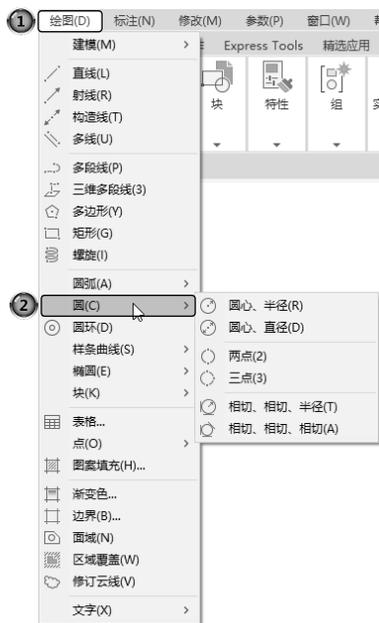

图 2-19 圆的绘制方法
圆是一种简单的封闭曲线, 也是绘制工程图形时经常用到的图形单元。在 AutoCAD 中绘制圆的方法共有 6 种, 如图 2-19 所示。在后面的绘制方法中及绘制“哈哈猪造型”实例中将全面讲述这 6 种方法, 请读者注意体会。
(2) 选择菜单栏中的“绘图”→“圆”→“相切、相切、相切”命令，如图 2-19 所示。命令行提示与操作如下。